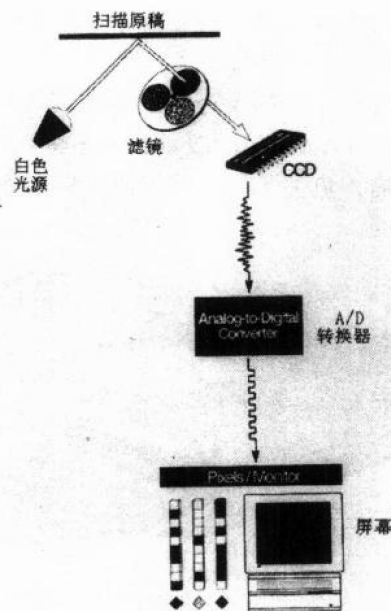

图 2.2 扫描过程的主要步骤
- (1) 首先将扫描的原稿正面向下平铺在扫描仪的玻璃板上。
- (2) 在软件中启动了扫描仪驱动程序 (或者按面板上的快捷按钮) 后, 安装在扫描仪内部的可移动光源开始扫描原稿。为了均匀照亮稿件, 扫描仪光源是一条卡在两条导轨上的长条形, 并沿 y 方向扫过整个原稿。
(3) 照射到原稿上的光线经反射后穿过一个很窄的缝隙, 形成沿 x 方向的光带, 又经过一组反光镜, 由光学透镜聚焦并进入分光镜, 经过棱镜和红绿蓝三色滤色镜得到的三条彩色光带分别照到各自的 CCD 上, CCD 完成自己的工作——转变出模拟电信号, 此信号又被 A/D 变换器转变为数字电子信号。到此为止, 反映原稿图像的光信号已转变为计算机能够接受的二进制数字电子信号, 最后通过 SCSI 或者 USB 等接口送至控制扫描仪的软件, 由软件像玩拼图一样重组为计算机图像文件。扫描仪每扫一行就得到原稿 x 方向一行的图像信息, 随着沿 y 方向的移动, 在计算机内部逐步形成原稿的全图。扫描原理的略图如图 2.2 所示。